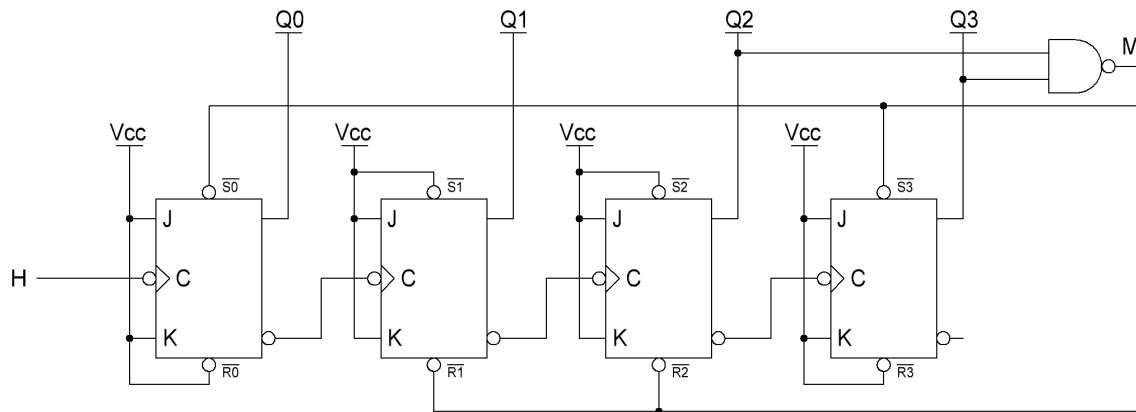

Figure 4
6. On modifie légèrement le montage de la figure 3 afin d'obtenir le montage de la figure 4. En expliquant votre raisonnement, que réalise le montage de la figure 4 ?